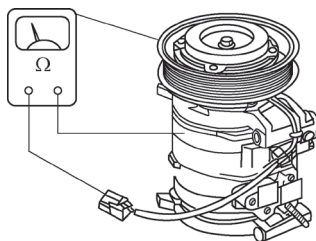

图 5-154 测量励磁线圈的电阻
4) 如图 5-154 所示，测量励磁线圈的电阻值。如果电阻值不符合技术要求，更换励磁线圈。励磁线圈电阻为 3.9 ~ 4.312 (20℃ 时)。